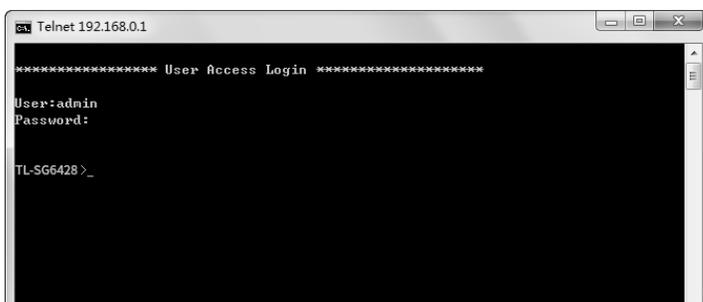

图4-6 登录交换机
3. 在主窗口中输入回车键，可以看到“TL-SG6428>”的提示符，说明已成功登录交换机，如图4-6所示。